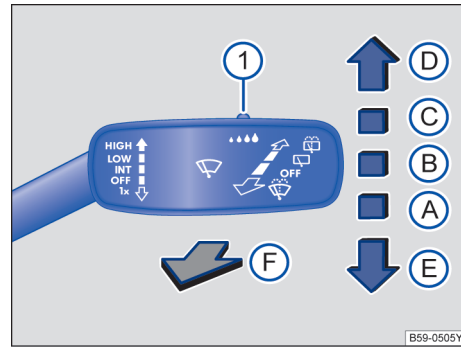

图 72 操作车窗玻璃刮水器。
- ① OFF 车窗玻璃刮水器已关闭。
- ② INT 对车窗玻璃进行间歇刮水。
- ③ LOW 慢速刮水。
- ④ HIGH 快速刮水。
- ⑤ 1x 点动刮水 - 短促刮水。
- ⑥ 拉住操作杆时用于清洁车窗玻璃的刮水和自动清洗功能。
- ⑦ 后风窗刮水器间歇刮水。风窗刮水器约每 6 秒钟刮一次。
- ⑧ 将操作杆拨至该位置，系统立即启动清洗/刮水功能，清洗后风窗。
- ⑨ 使用开关 → 图 72① 调节雨量传感器的灵敏度。
- 向下短按车窗玻璃刮水器操作杆 → 图 72 **E**。